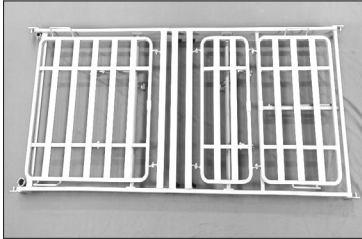
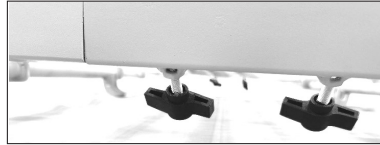

Fig.3
Fig.3a
2. Una el marco del reposacabezas con el marco del reposapiernas empujando el marco hasta el fondo y apriete los 4 pomos de bloqueo (Fig.3)(Fig.3a)